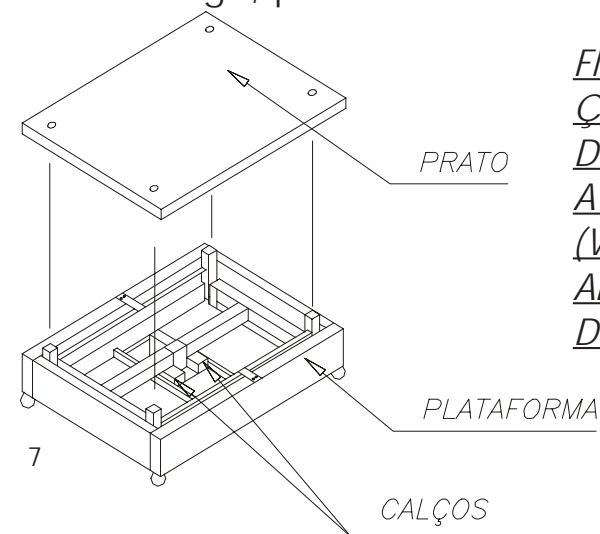
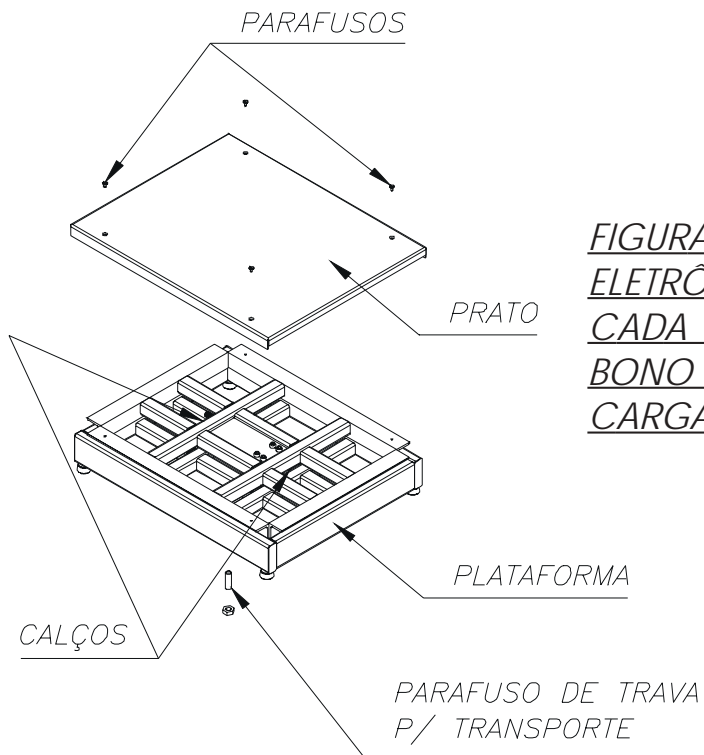

FIGURA 7 - BALAN-
FIGURA 8 - BALANÇA ELETRÔNICA DE BANCADA EM AÇO CARBONO (VERSÃO COM CARGA DIRETA)
b) Localize no quadro inferior da balança, os 2 (dois) calços existentes e que servem de trava (ver figura 7 para balança com redução e figura 8 para balança com carga direta).
c) Retirar o parafuso de trava para transporte, antes de ligar a balança (somente na versão com carga direta, ver figura 8).